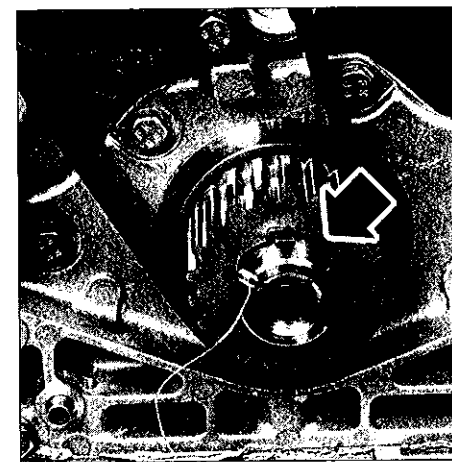

FIG.16
- Centrer le pignon vilebrequin à l'aide d'un outil adapté (ref. Peugeot 0188-AH) (Fig.16).